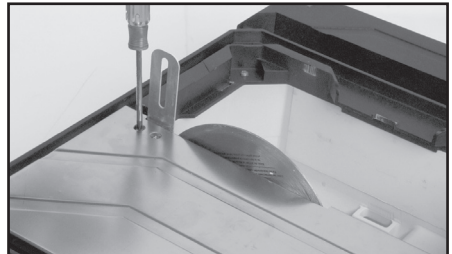

FIGURA 6
3. Inserte los dos tornillos y apriételes (ver la FIGURA 6).